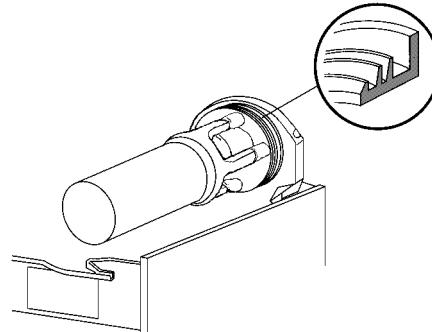

Bild 12
- 4** Die Behälterdichtung wieder in ihren Sitz einfügen. ANMERKUNG: Der Rand mit dem größeren Durchmesser muß an der Rückwand anliegen (Bild 12).